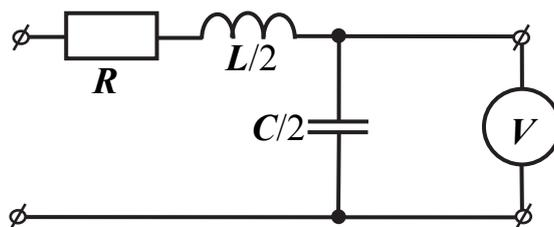

Рис. 17.1
1. Собрать схему низкочастотного реактивного фильтра (рис. 17.1). Напряжение источника питания  $U = 3...5$  В. Емкость конденсатора  $C = 0,22...1,00$  мкФ, индуктивность катушки  $L = 10...100$  мГн, сопротивление резистора  $R = 47...100$  Ом.